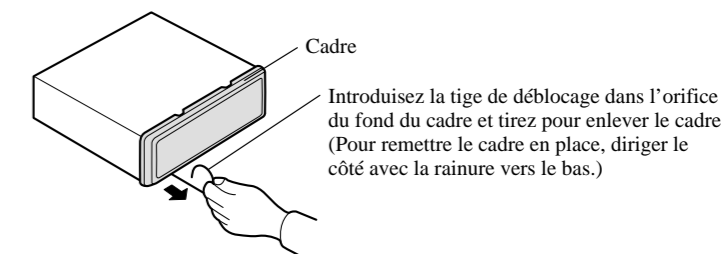

Fig. 9
**1. Enlever le cadre. (Fig. 9)**